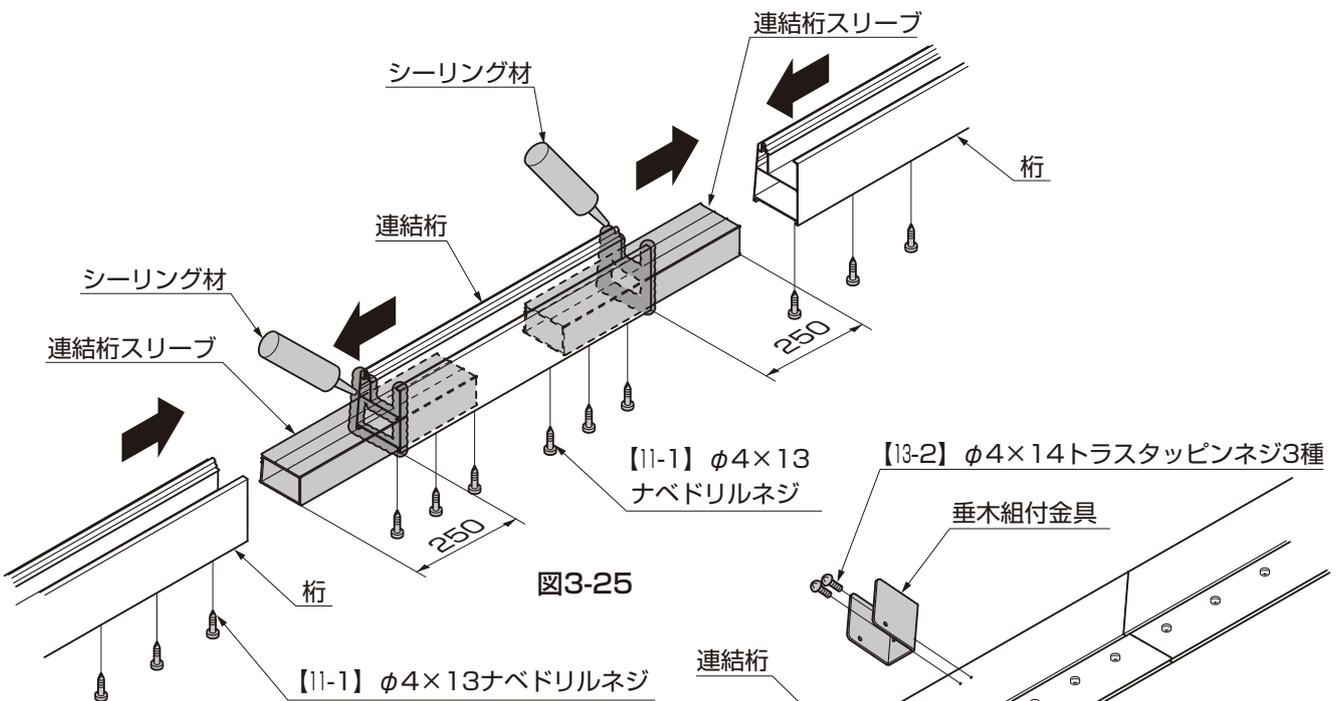
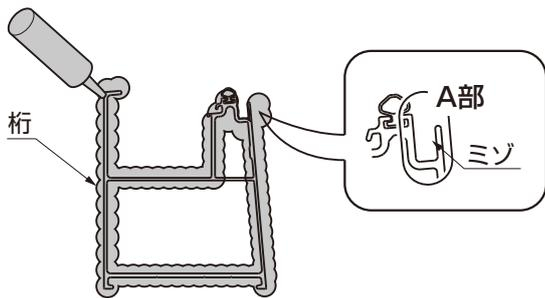

図3-25
図3-26
- ① 図3-25を参照して桁を加工してください。
- ② 加工した桁、連結桁、連結桁スリーブを【11-1】で取付けてください。(図3-25参照)
- ③ 桁の連結部にシーリングをしてください。(図3-25、図3-26参照)
- 指定の箇所には、必ずシーリングをしてください。(図3-25、図3-26参照)
- A部のミゾは、シーリングで埋めないようにしてください。(図3-26参照)
(4) エクシオールプラス連棟の場合 ※エクシオールプラスLタイプを示します。